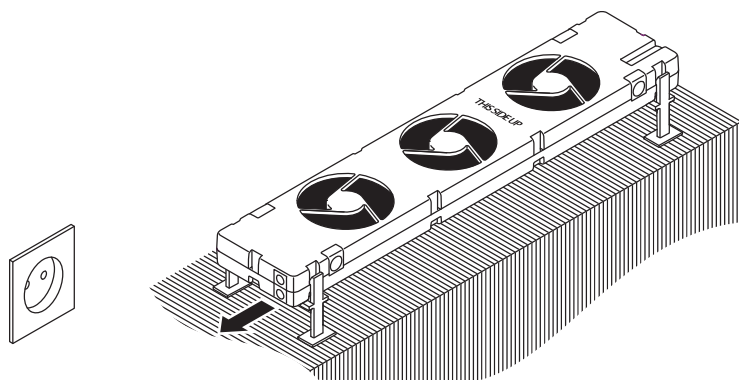

Abb. 9 - Position des **SpeedComfort** (B1) auf dem Konvektor.
2. Stellen Sie sicher, dass der **SpeedComfort** (B1) nach oben weist und dass die **Anschlussbuchsen** (b1, b2) in Richtung der Steckdose weisen (siehe Abb. 9).
3. Platzieren Sie den **SpeedComfort** (B1) oben auf den Konvektor und lassen Sie zwischen den Konvektorseiten und dem **SpeedComfort** (B1) Platz, um die Geräusentwicklung zu reduzieren (siehe Abb. 9). Der SpeedComfort kann auch auf dem Boden unterhalb des Konvektors platziert werden, wenn der Platz dafür ausreicht.